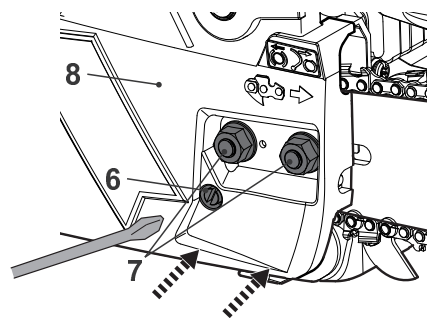

Fig. 8
- > Vuelva a colocar la cubierta (8) y atornille ligeramente las tuercas (7) (Fig. 8). Asegúrese de que el pasador de tensión (6a) esté bien colocado en el orificio inferior de la guía de cadena (Fig. 8).